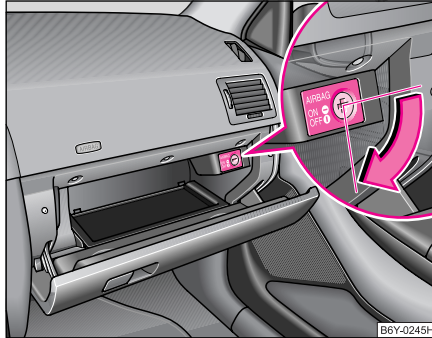

Abb. 115 Ablagefach:
- Drehen Sie mit dem Zündschlüssel den Schlitz des Airbag-Schalters in Pfeilrichtung in die Position **OFF** ⇒ Abb. 115. Der Schlitz des Airbag-Schalters muss in senkrechter Position stehen.
- Drehen Sie mit dem Zündschlüssel den Schlitz des Airbag-Schalters entgegen der Pfeilrichtung in die Position **ON** ⇒ Abb. 115. Der Schlitz des Airbag-Schalters muss in die waagerechte Position stehen.